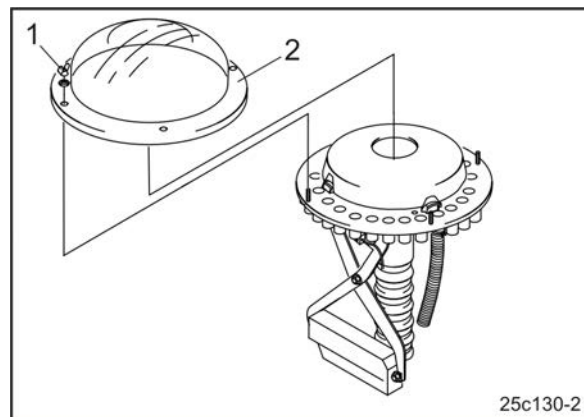

Рис. 129
4. Открутите барашковые гайки (Рис. 129/1) и снимите с распределительной головки прозрачную пластиковую крышку (Рис. 129/2).
6. Установите пластиковую крышку (Рис. 129/2).
7. Закрепите пластиковую крышку при помощи барашковых гаек (Рис. 129/1).